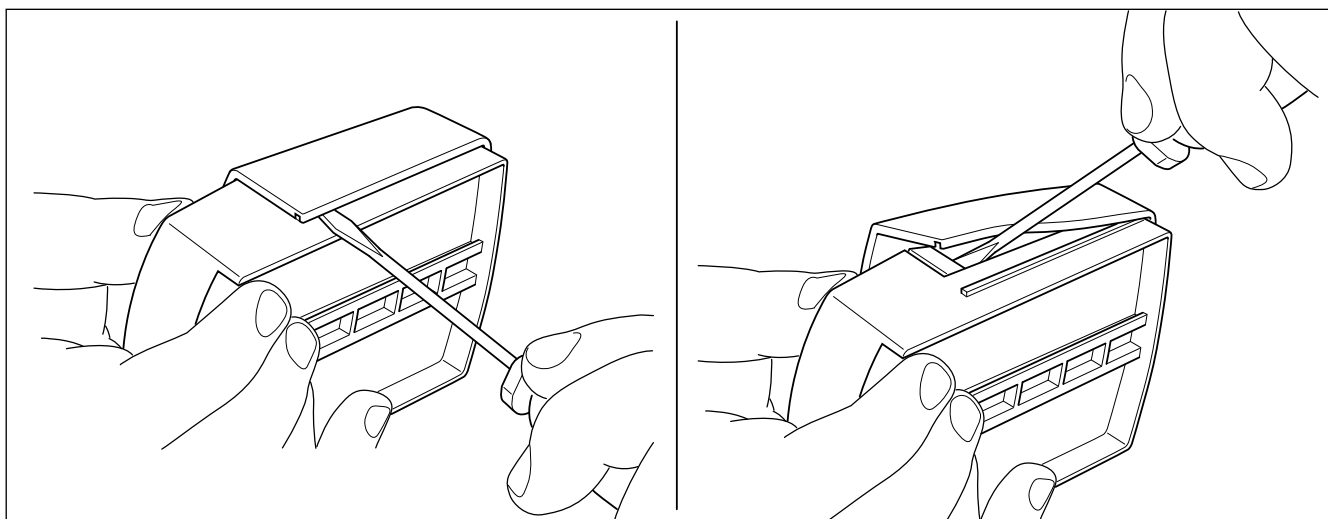
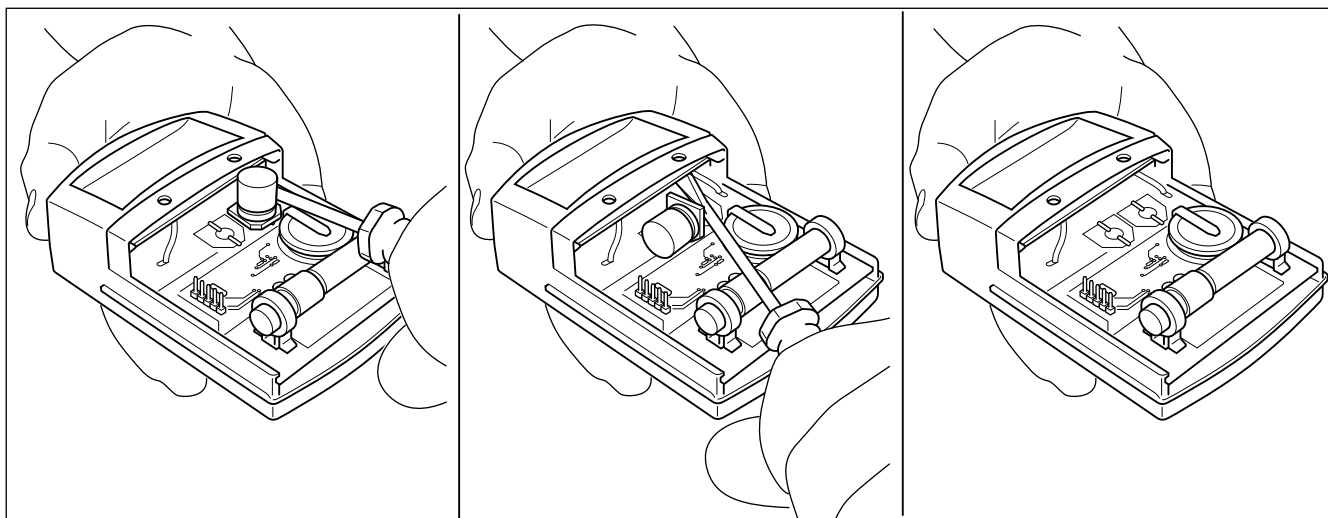

Abb. 11.3 Abdeckung entfernen
Abb. 11.5 Kondensator 2 entfernen
- Stellen Sie sicher, dass der fehlerhafte Funkaußenfühler keine Daten mehr an die Funkempfängereinheit sendet, indem Sie ihn zerstören (→ **Abb. 11.3**) bis (→ **Abb. 11.5**) zeigen die Vorgehensweise.